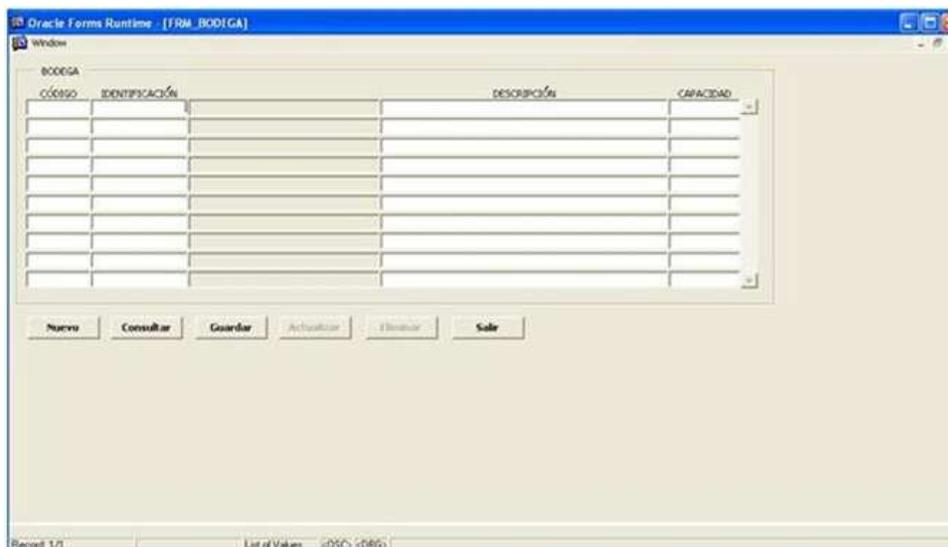

Figura 2-10. Pantalla Mantenimiento de Bodega
2. Dé clic en la opción <Bodega> y le aparecerá la siguiente pantalla: (Véase figura 2.10).